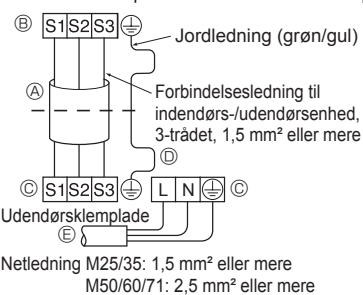
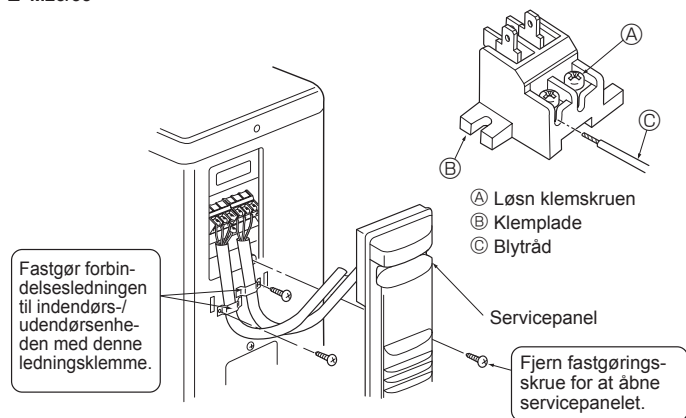
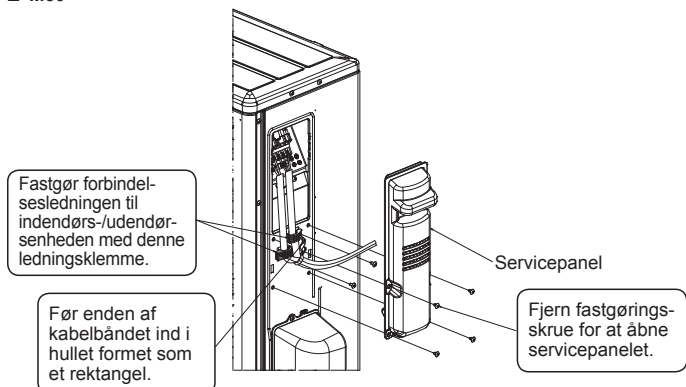

Fig. 6-2
Fig. 6-3
Fig. 6-4
### 6.1. Udendørsenhed (Fig. 6-1, Fig. 6-2, Fig. 6-3, Fig. 6-4)
- ① Fjern servicepanelet.
- ② Træk kablerne som vist i Fig. 6-1, Fig. 6-2, Fig. 6-3 og Fig. 6-4.
- Ledningerne trækkes som vist nederst til venstre i diagrammet. (Kabel fremskaffes lokalt) (Fig. 6-2)